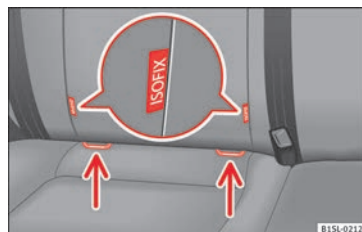

Fig. 26 Sur le siège du véhicule : variantes d'identification des points d'ancrage inférieurs des sièges pour enfant.
• Suivez les instructions du fabricant lors du montage et du démontage du siège pour enfants » **❶ au chapitre Indications de sécurité à la page 71.**
• Encastrez le siège pour enfants dans les anneaux de retenue » **fig. 26**, dans le sens de la flèche. Le siège pour enfants doit s'encastrier de manière sûre et audible.
• Placez le siège pour enfants sur la banquette et fixez les crochets des ceintures de fixation dans les anneaux de retenue » **fig. 26.**